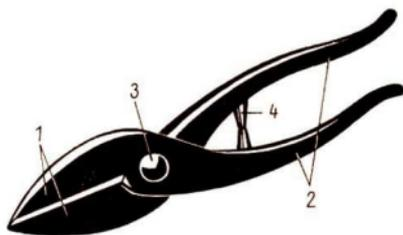

Bild 15 Handblechscheren
maschinen eingesetzt. Die **Handblechscheren** (Bild 15) besteht aus den beiden **Schneidbacken** (1), den beiden **Schenkeln** (2), dem **Scherengewerbe** (3) und dem **Anschlag** (4) (Hubbegrenzung).